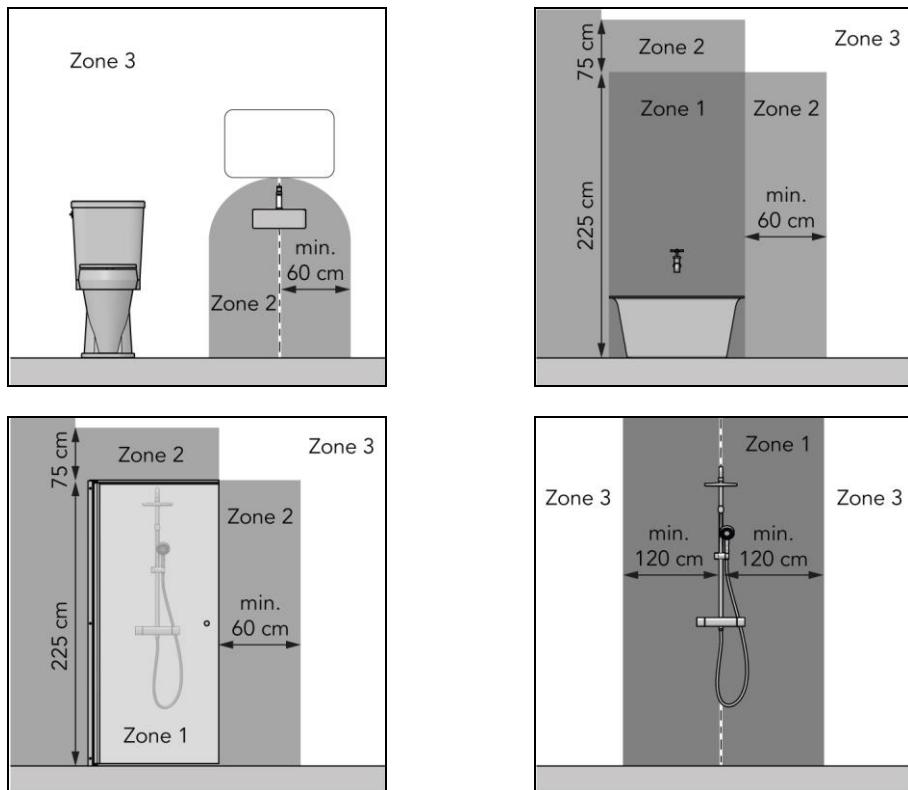
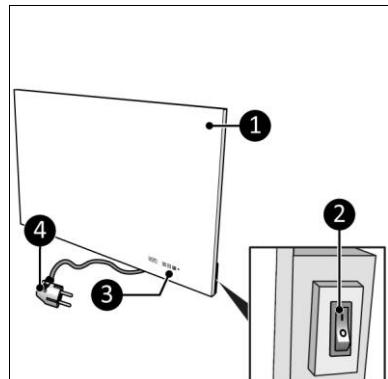

Abbildung 1
Abbildung 4
- in Zone 3 eines Toilettenraums oder Badezimmers mit Badewanne, Dusche mit Abschirmung und Dusche ohne Abschirmung (Abbildung 1);
Die Sani Mirror Wi-Fi (Abbildung 4) ist eine einfach zu bedienende elektrische Badezimmerheizung für den Einsatz in Zone 3 des Badezimmers (Abbildung 1). Die Sani Wi-Fi kann mit der Eurom Smart App verwendet werden.